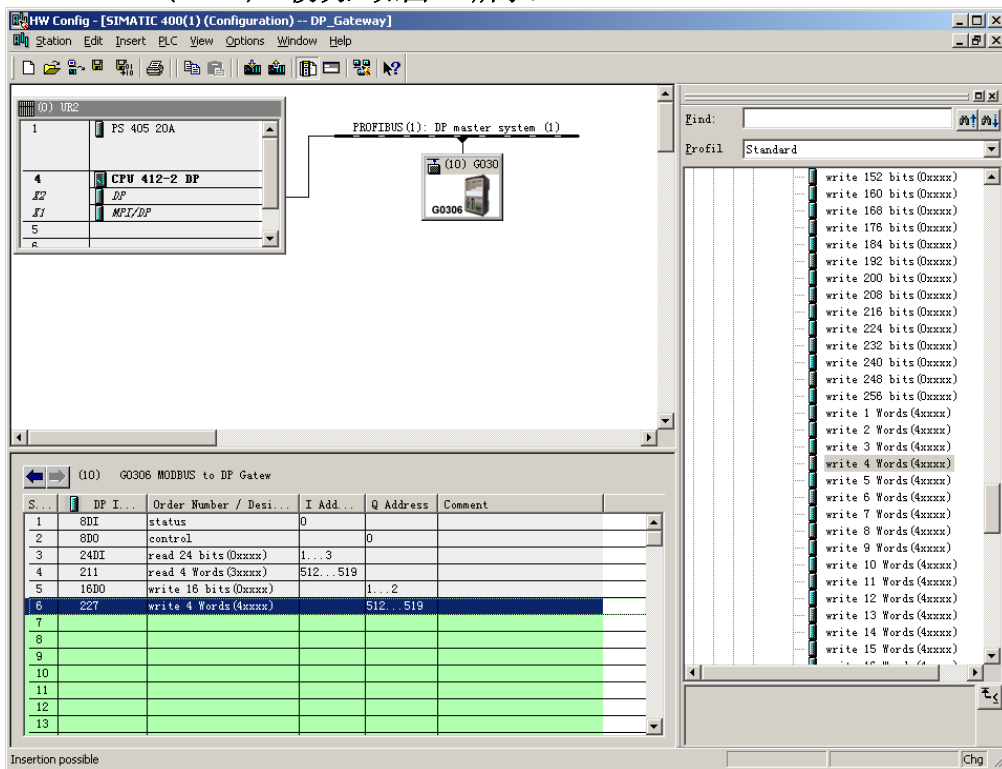

图 25 添加“write 16 bits(0xxxx)”模块
a) 添加“write 4 Words(4xxxx)”模块，如图 25 所示：